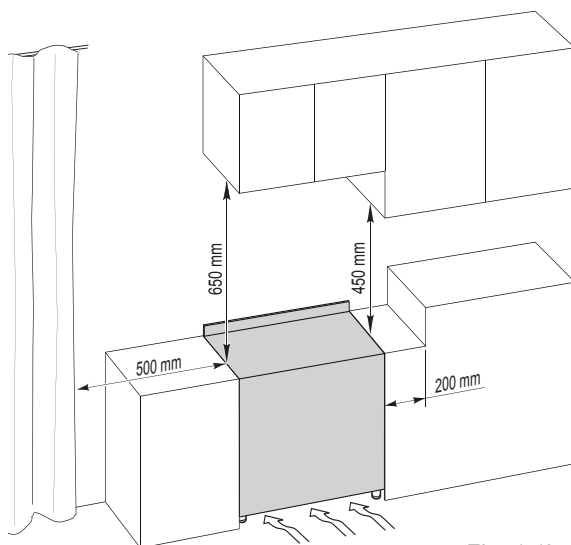

Fig. 1.1b
■ Classe 2 ■ Sous-classe 1 (fig. 1.1b)